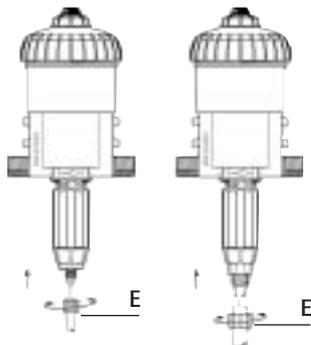

Fig. 9
- Svitare il dado (Fig. 9-E) situato in basso, nella parte dosaggio ed infilare il tubo di aspirazione nel dado.